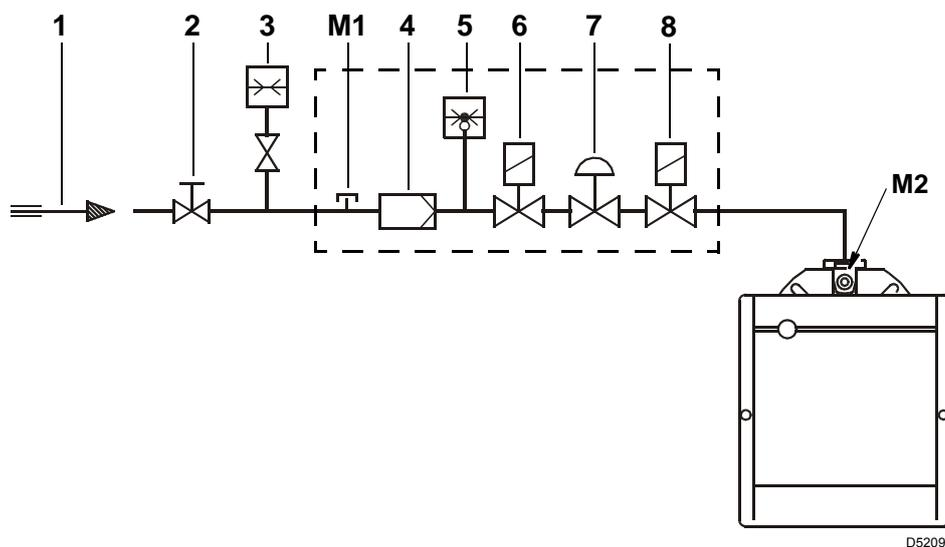

Fig. 16
Legenda (Fig. 16)
Pressão do gás medida na tomada M2) (Fig. 16), com:
- subtraia da pressão do gás na tomada M2) (Fig. 16) a pressão na câmara de combustão.
Pelo contrário, para conhecer a pressão do gás necessária na tomada M2)(Fig. 16), uma vez fixada a potência máxima de modulação à qual se deseja que o queimador funcione:
- Leia à direita, coluna 1, a pressão na tomada M2)(Fig. 16).